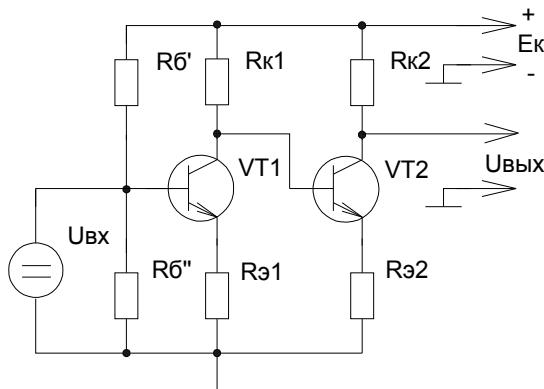

Рис. 255
**1) Усилители постоянного тока (УПТ) с непосредственными связями.** УПТ с непосредственными связями называют усилителем прямого усиления (смотрите рисунок 255).